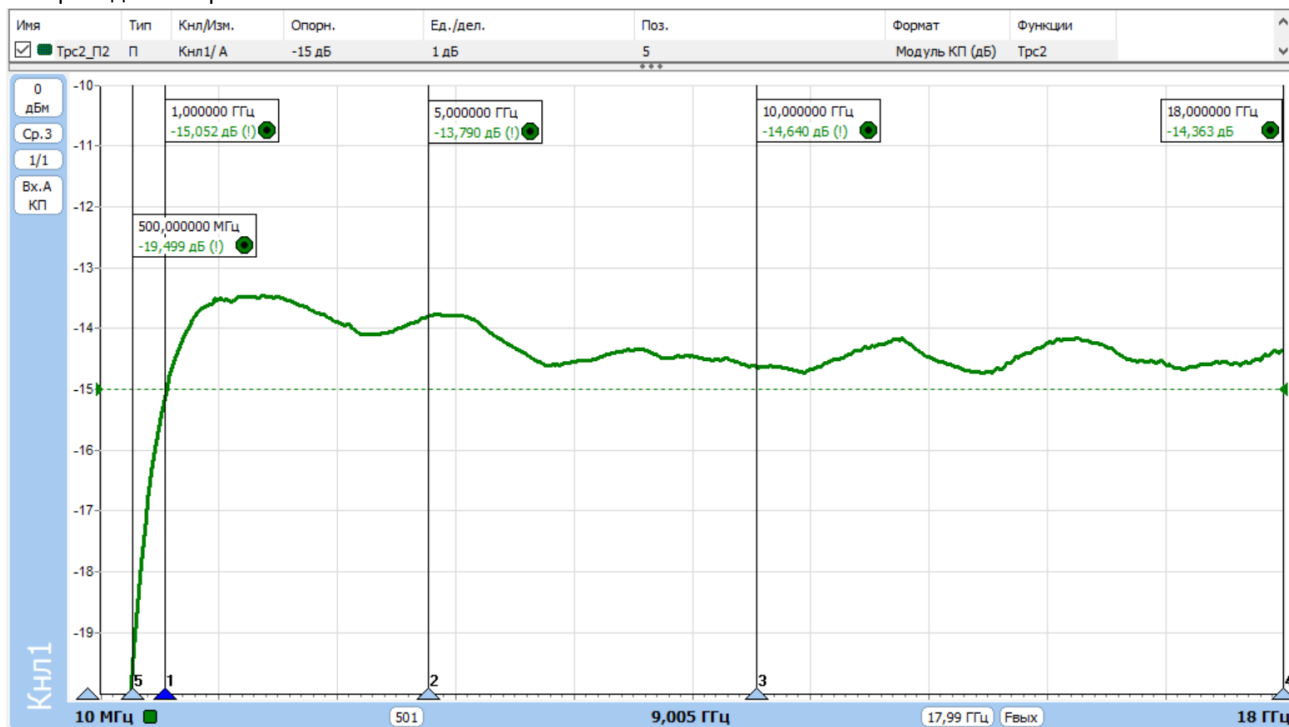

Рисунок 14. Результаты измерений модуля КП.
14. Результаты измерений модуля коэффициента передачи устройства, использованного в качестве примера, приведены на рис. 14.